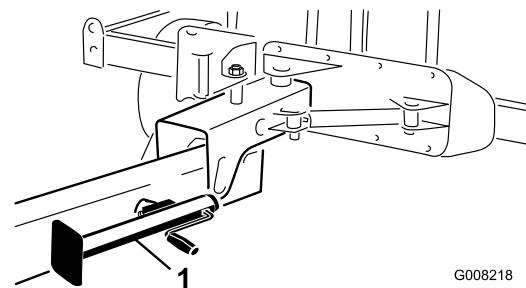

Figura 24
8. Baixe o macaco para o solo para estabilizar a máquina (Figura 24).